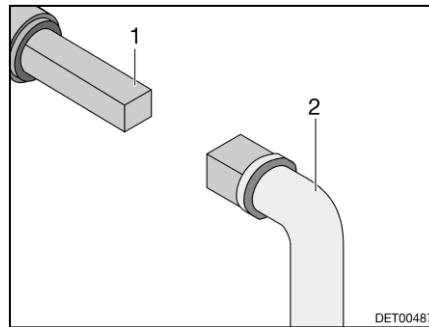

Bild 73 Bedienung Abwasserhahn
- Schlüssel (Bild 73,2) auf Vierkant (Bild 73,1) stecken.